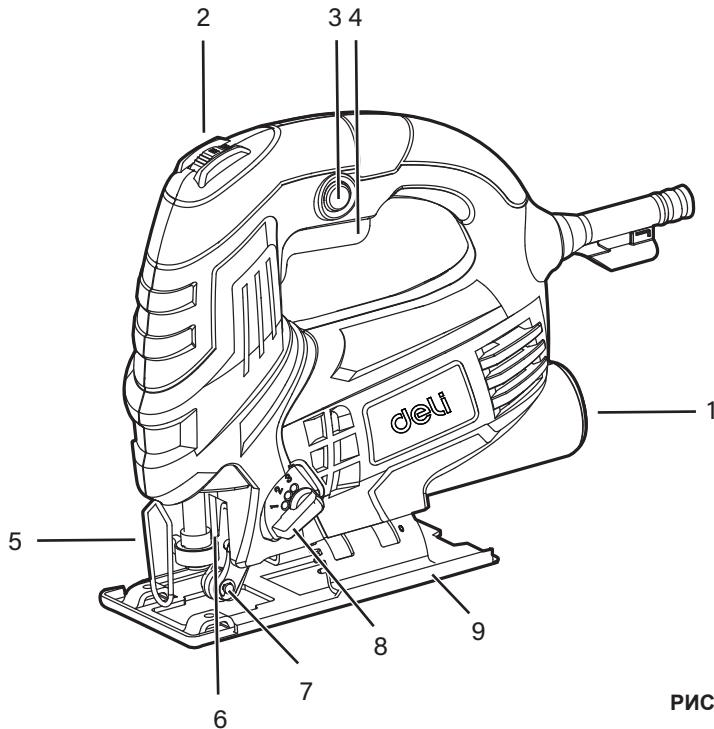

РИС.1
2. Перед использованием электролобзика ознакомьтесь со всеми особенностями эксплуатации и требованиями безопасности. (см. рис. 1)
### Смазка (рис. 1)